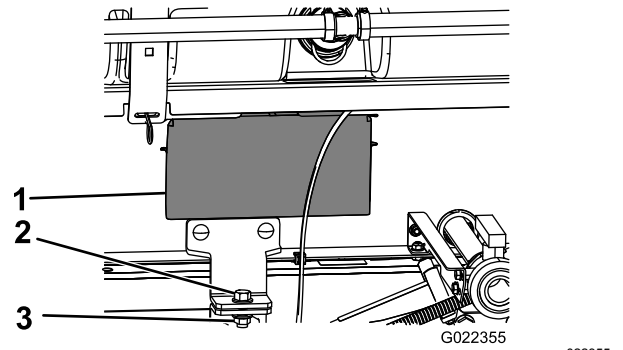

Figure 36
5. Déposez les panneaux d'accès de chaque côté du cadre du patin (Figure 36).
8. Fixez la patte de maintien du patin de cuve au support du plateau sur le cadre, de chaque côté de la machine, à l'aide d'un boulon (1/2" x 1 1/2") et d'un contre-écrou (1/2"), comme montré à la Figure 36.